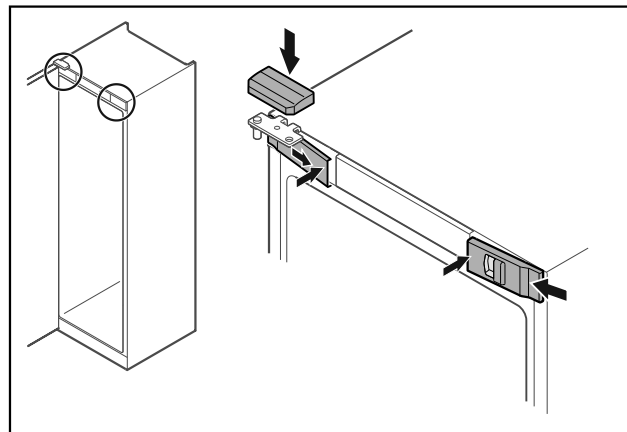

Fig. 52
- Vordere Abdeckungen Fig. 52 (1) seitlich einhaken und innen aufrasten.
- Obere Abdeckung Fig. 52 (2) von oben aufrasten.